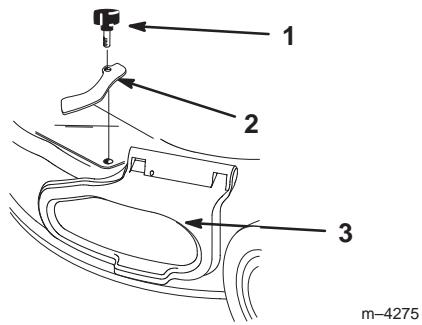

Abbildung 32
- Den Knopf und die Klammer der Seitenabdeckung entfernen (Abb. 32).
- Den Knopf und die Klammer der Seitenabdeckung entfernen. Dann den Knopf wieder im Loch anbringen und die Klammer zurücklegen (Abb. 32).
- Die Abdeckung der Seitenöffnung hochziehen (Abb. 32).
5. Den Knopf entfernen und die Klammer der Seitenabdeckung und den Knopf zur Befestigung der Abdeckung wieder anbringen (Abb. 32 und 40).